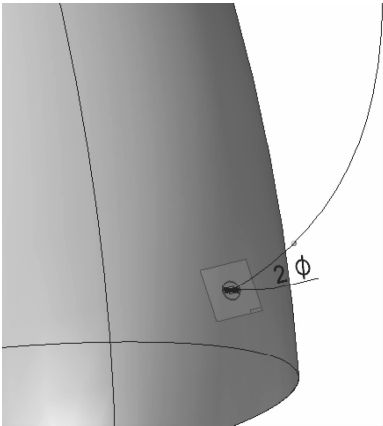

图 7-104 绘制草图
- (6) 重复上述 (2) ~ (5) 步的操作在手柄曲线的末端绘制如图 7-104 所示的平面和草图。